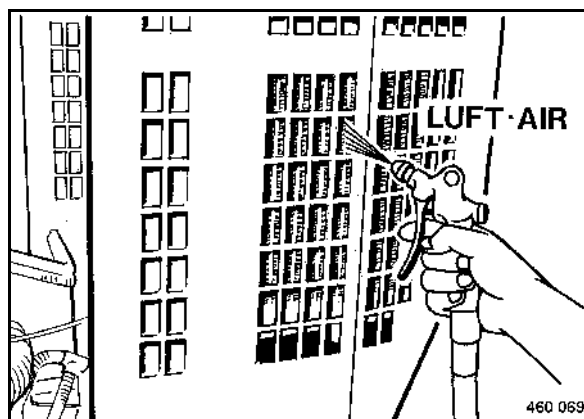

fig. 113
- Souffler tout d'abord l'air comprimé à travers le refroidisseur (fig. 113) depuis le côté de la sortie d'air.